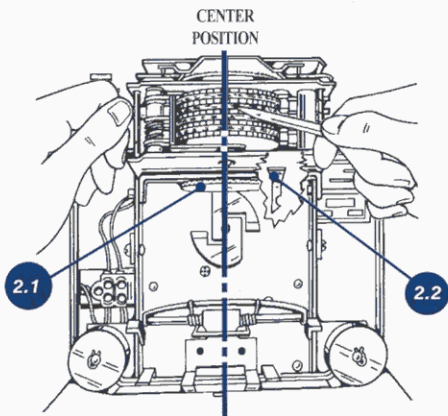

FIGURE 2
1. Use a pointed object to rotate each wheel until the correct time and day are vertically aligned at the center position, as shown in Figure 2.
1. Utilisez un objet pointu pour faire tourner chaque roue jusqu'à ce que l'heure et les jours voulus soient alignés verticalement sur la position centrale (tel que montré dans la Figure 2).
1. Mit Hilfe eines spitzen Gegenstandes jedes Rad drehen, bis die richtige Zeit und der Tag vertikal ausgerichtet sind (s. Abb.2).